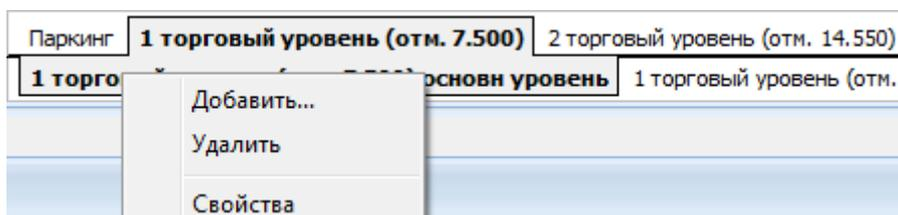

Рисунок 5.3 Панель переключения между планами помещений
- Панель переключения между планами помещений. На данной панели располагается список всех планов в виде закладок. При помощи этих закладок можно перейти на нужное помещение. Также на этой панели, при помощи контекстного меню можно выполнять следующие действия с помещениями (Рисунок 5.3): добавить, удалить, отсортировать, редактировать свойства.